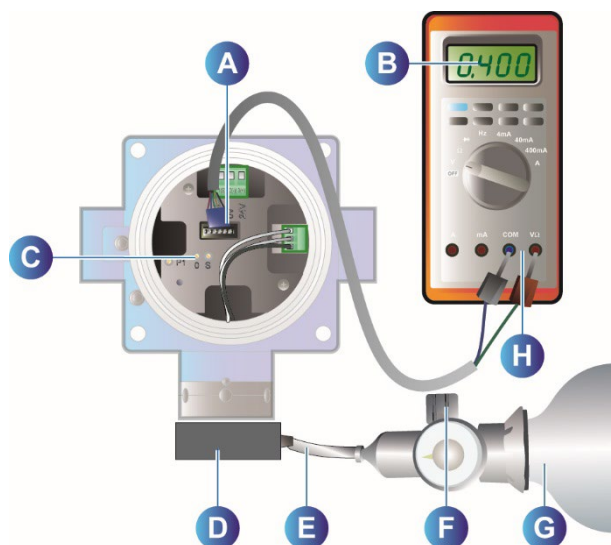

图14：归零和浓度气体校准（OLCT 100）
2. 将测量导线上的蓝色和绿色插头分别插入 + 和 - 万用表插座（图14，“H”）。
2. 将测量导线上的蓝色和绿色插头分别插入万用表插座+ 和 - (图14图14: 归零和浓度气体校准 (OLCT 100), “H”)。